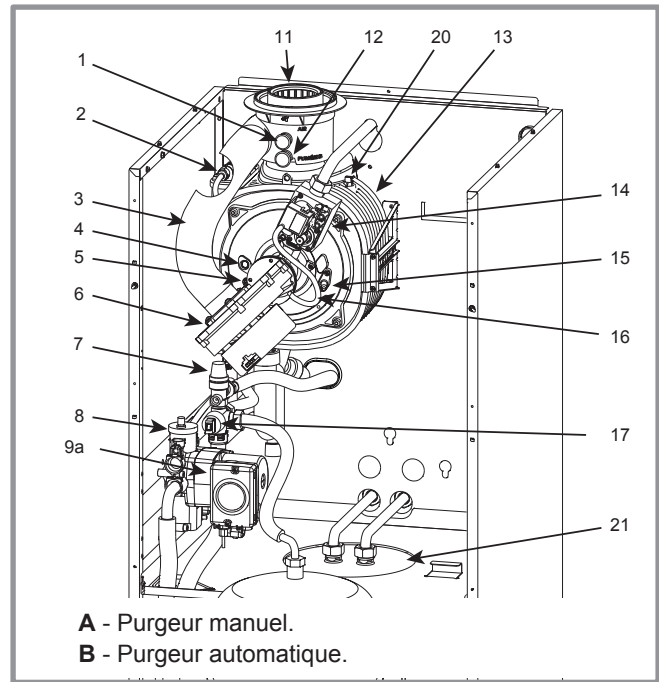

figure 35 - Purgeurs (ex. perfinox condens duo)
- **9** - Fermer les vannes d'isolement départ et retour de la chaudière et ouvrir le purgeur automatique (rep. B, figure 35).
(Purgeur manuel, rep. A, figure 35).
(Purgeur automatique, rep. B, figure 35).